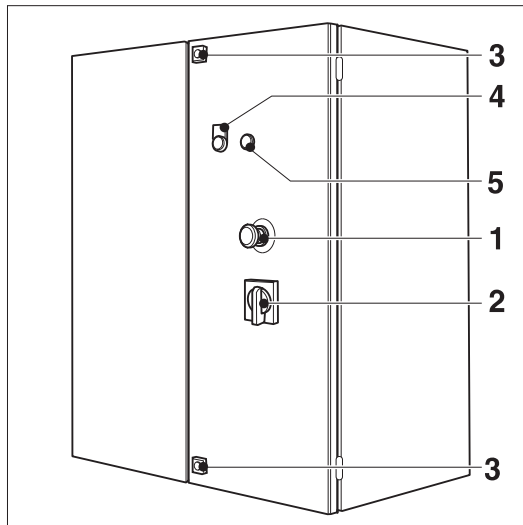

Figura E.3: Armário de bombas
- sobre o armário de bombas (1, figura E.3)